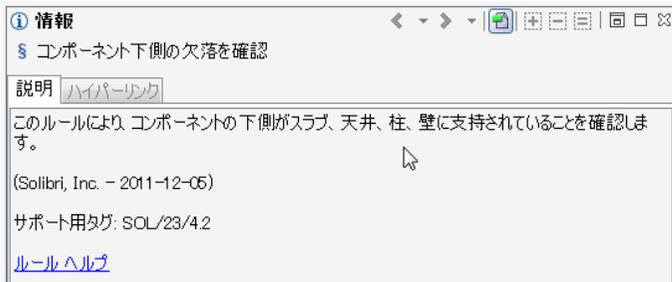
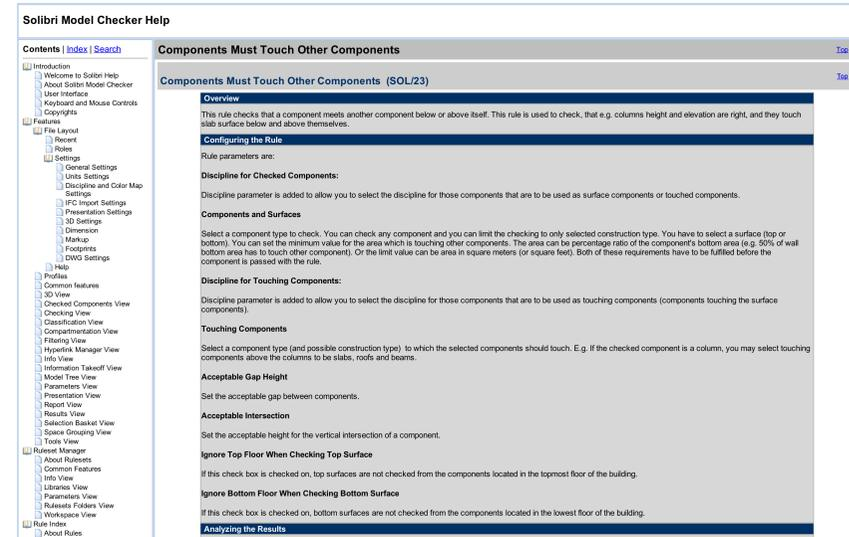

図 38 情報ビュー
図 39 ルールヘルプ
- 5) 「情報ビュー」から「ルールヘルプ」（図 38 を参照）をクリックすると、ブラウザが開き、選択された内容のドキュメントを読むことができます。（図 39 を参照）